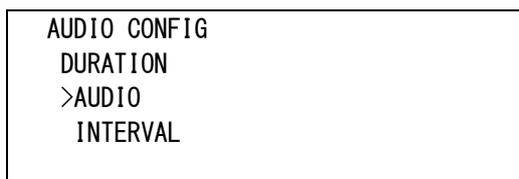

図4-90 テストメニュー(AUDIO TEST DURATION例)
- 1) AUDIO CONFIG メニューで「DURATION[DURT]」を選択し、**ENTER** ボタンを押すと図 4-90 のような設定メニューが表示されます。
(63) AUDIO TEST AUDIO DURATION